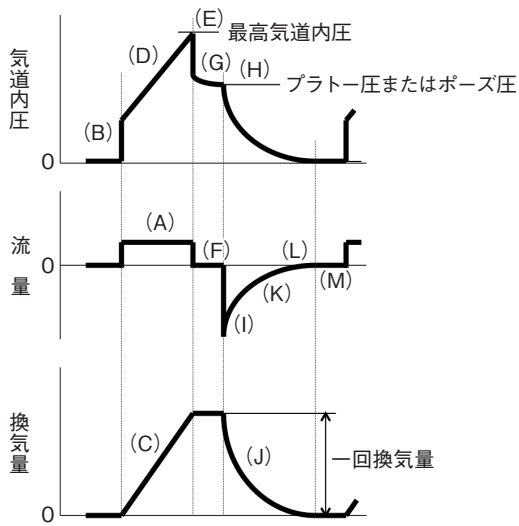
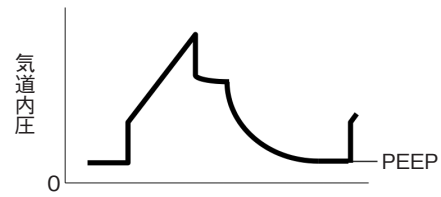

図4 量規定換気の標準的な波形
図5 PEEPを加えた量規定換気の気道内圧波形
VCVの標準的な波形を図4に示す。吸気開始と共に一定流量のガスが人工呼吸器から肺に流れる(A)。気道抵抗に打ち勝つまで気道内圧は急上昇(B)する。一定の流量で肺にガスが入るので、換気量は直線的に増加し(C)、それとともに上昇する肺胞内圧にあわせて気道内圧も上昇する(D)。気道内圧は、規定量のガスを送り終わる瞬間に最も高くなる。これを最高気道内圧(E)という。続くポーズ相では流量がゼロとなり(F)、気道抵抗のために発生していた圧がなくなるので、気道内圧は急激に低下する(G)。この圧の低下は吸気開始時の圧上昇(B)と等しい。その後、肺胞内ガスの不均等分布が是正されるため、気道内圧はやや低下して安定する(H)。このときの気道内圧をプラトー圧またはポーズ圧といい、肺胸郭の弾性で作られる肺胞内圧に近似する。ポーズ時間が終了すると人工呼吸器の呼気弁が開放されて呼気相になる。肺胞内圧の力で一気に呼気流量が流れ(I)、肺容量が減少する(J)。肺胞内圧の低下とともに呼気流量が減少するので、呼気の流量波形は指数曲線の漸減波形となる(K)。肺胞内圧がゼロになると呼気の呼出は終了する(L)。次の吸気開始まで呼気相は続くが、ガスの流れはない(M)。
PEEPを加えたVCVの気道内圧波形を図5に示す。PEEPは呼気終末(吸気開始直前)の気道内圧を陽圧にする換気モードだが、呼気終末の圧だけでなく、PEEPがないとき(図4)の気道内圧波形をそのまま上に平行移動した波形となる。最高気道内圧もプラトー圧も上昇する。PEEPはすべての換気モードに併用可能である。
①圧の上昇
VCV は一回換気量を決めて換気するので、患者の気道や肺の状態は気道内圧に現れる。図 4 の (H) は肺胸郭の弾性で生じ、(B) と (G) は気道抵抗によって生じる。実際に肺胸郭の弾性が増大すると図 14B のよ